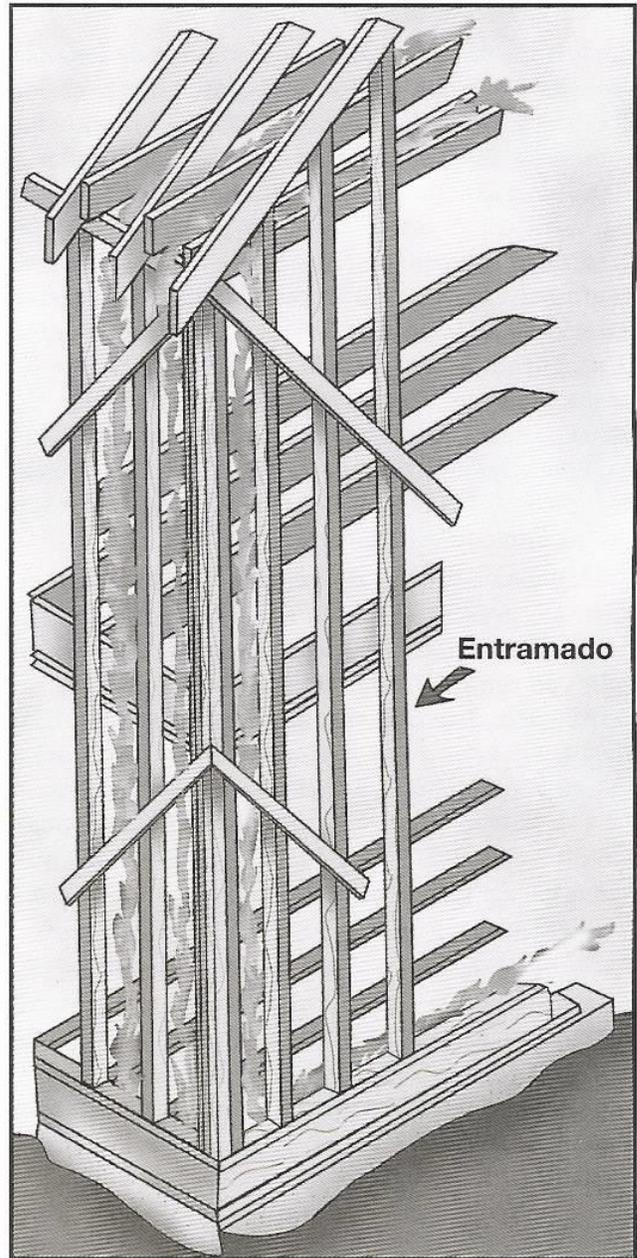

Figura 10.17 El fuego se propagará a través de espacios abiertos en los ensamblajes de las paredes.
- A través de particiones y paredes y hacia arriba entre paredes por contacto con las llamas y con corrientes de aire de convección (véase la figura 10.17)